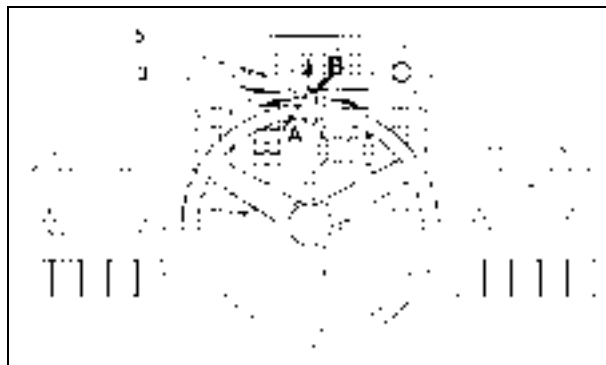

Рис. 4.8/1
Передние рабочие прожекторы на кабине сверху могут включаться выключателем (8-наверху в кабине), если включены передние рабочие прожекторы (рис. 4.8/2). Нажать переключатель (8) влево, рабочий прожектор включается. Нажать переключатель вправо, рабочий прожектор выключается. Подогрев зеркала может быть включен переключателем (7 в кабине сверху).